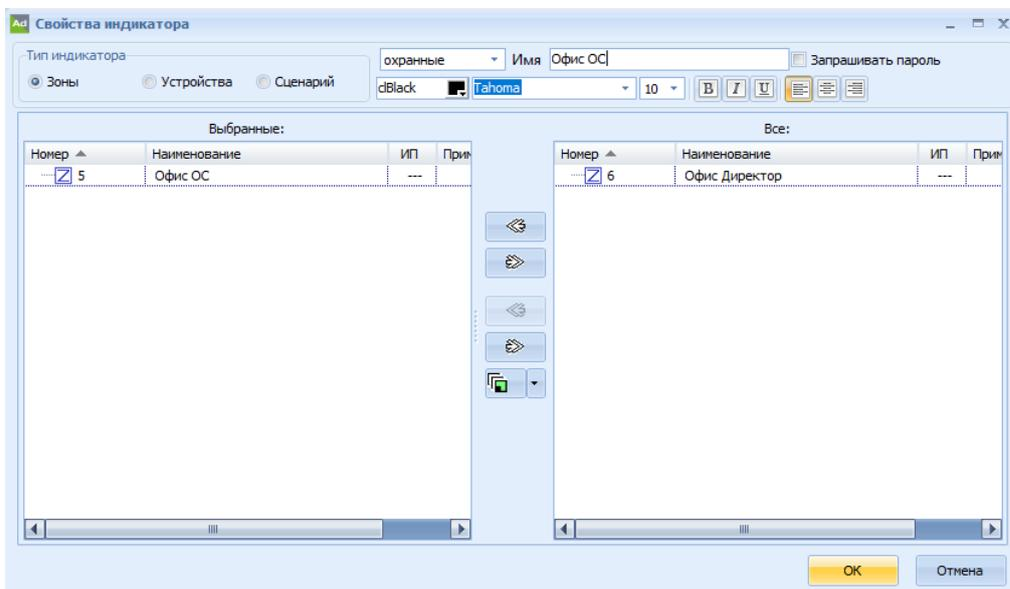

Рисунок 11.5 – Окно «Свойства индикатора», добавление зоны Офис ОС на ячейку индикации
Для привязки зон, исполнительных устройств или сценариев к ячейкам индикации панели управления необходимо щелкнуть два раза на ячейку и выбрать в появившемся окне тип индикатора (Зоны, Устройства, Сценарии) (рисунок 11.5).
- 1) С помощью двойного щелчка мыши по ячейке индикации открыть окно «Свойства индикатора» (рисунок 11.5).